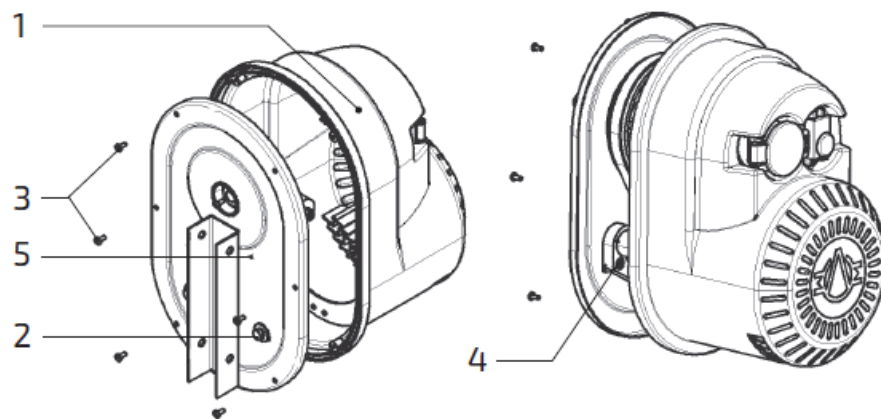

Рис. 11. Схема натяжения ремня
1. Замену приводной шестерни и подшипников привода производить при снятом барабане смесительном. Также необходимо снять привод (6) (см. рис. 11).
- Показателем ослабления натяжения ремня служит снижение частоты вращения барабана более чем на 5% от 27 об/мин. Схема натяжения ремня приведена на рис. 11
При ослаблении натяжения ремня в процессе работы необходимо обесточить бетоносмеситель, выдернув сетевую вилку. Вывернуть саморезы, крепящие крышку привода (6) (см. рис. 11). Открыть его, ослабить затяжку болтов (4) с шайбами (5 и 6) и осуществить натяжение, переместив опору с закрепленным электродвигателем по пазам корпуса (3) вниз. Завернуть болты (4), закрыть крышку привода (1), завернуть саморезы (2).